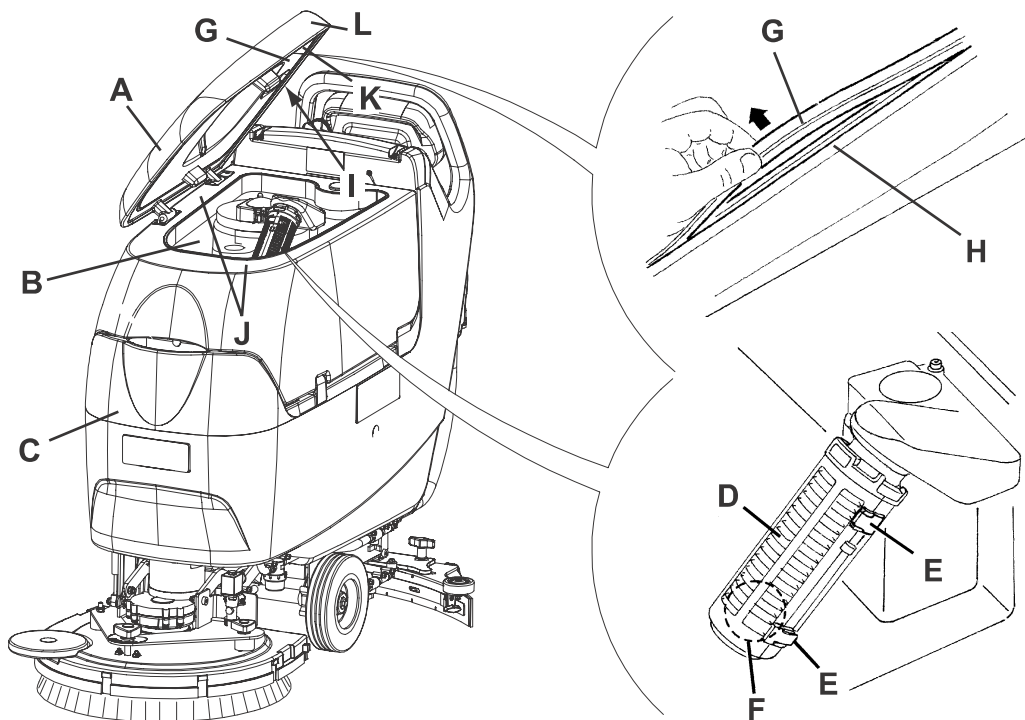

Abbildung 6
3. Den Deckel (A, Abb. 6) in der Waschposition (L) bringen.
4. Den Deckel (A), die Tanks (B und C) und das Ansauggitter mit automatischem Schwimmverschluss (D) mit klarem Wasser reinigen und waschen.